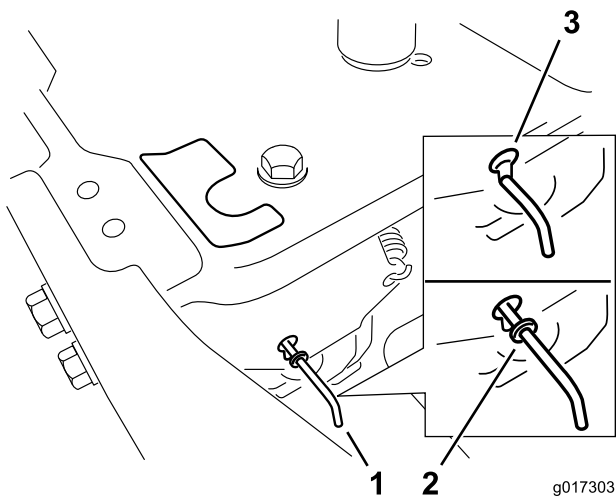

Figura 21
- Mueva las palancas de desvío hacia delante a través del orificio y hacia abajo para bloquearlas en esa posición (Figura 21).
Mueva las palancas de desvío hacia atrás a través del orificio y hacia abajo para bloquearlas en esa posición, según se muestra en la Figura 21.